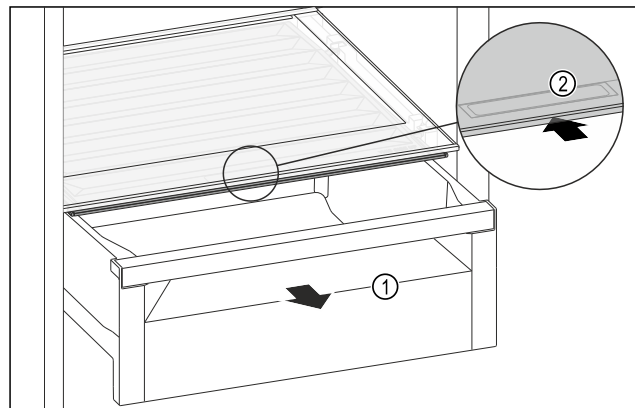

Fig. 66
- Retirer le tiroir Fig. 66 (1).
- Saisir la poignée encastrée Fig. 66 (2) du couvercle du compartiment et pousser le couvercle du compartiment vers l'arrière.